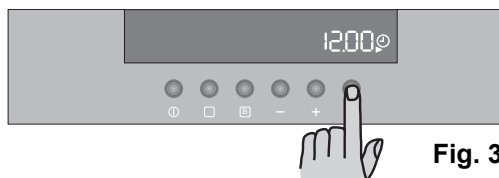

Fig. 3
a) Appuyez sur la touche  et, pendant que le symbole  clignote (Fig. 3), réglez l'heure à l'aide des touches "−" ou "+" (Fig. 4). Le symbole  disparaîtra après 5 secondes environ à partir du dernier réglage de l'heure (Fig. 5).